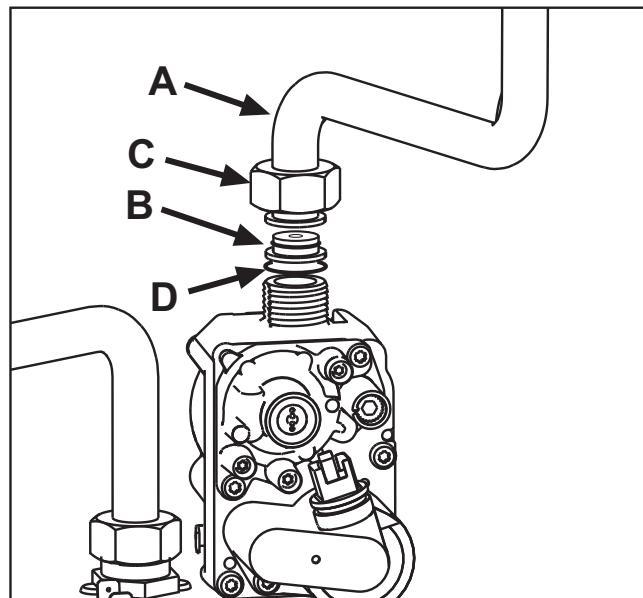

fig. 22
3. Deșurubați piulița **C** și scoateți tubul de gaz **A** de pe valva de gaz (vezi fig. 22).
4. Înlocuiți duza **B** introdusă pe tubul de gaz cu cea aflată în kitul de transformare, întăritând garnitura **D** (vezi fig. 22).